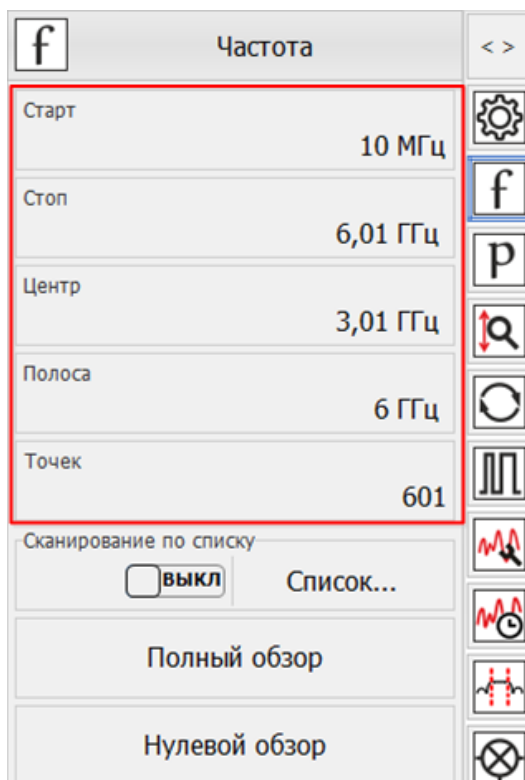

Рис. 15. Задание частотного диапазона.
6. В панели управления «Частота» задать параметры сканирования по частоте (рис. 15). Количество точек выставить исходя из того, что начальная частота сканирования должна быть равна шагу сканирования (для нашего примера: 10 МГц ... 6,01 ГГц, 601 точка).